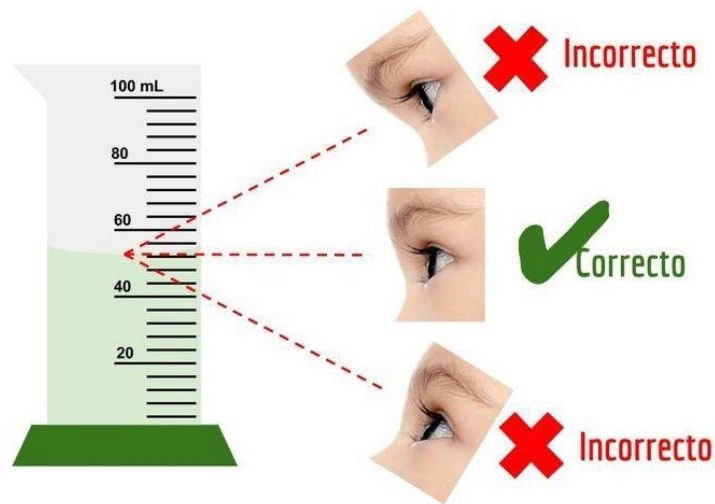

Figura 4.5. Posiciones correctas e incorrectas para la lectura en medición de volúmenes
2.2 Colocar en un matraz aforado de 100 ml, agua destilada hasta el inicio del cuello y agregar cuidadosamente con una pipeta el agua necesaria hasta la línea de aforo. Verificando que la parte inferior del menisco coincida con la línea de aforo del matraz (ver figura 4.5).